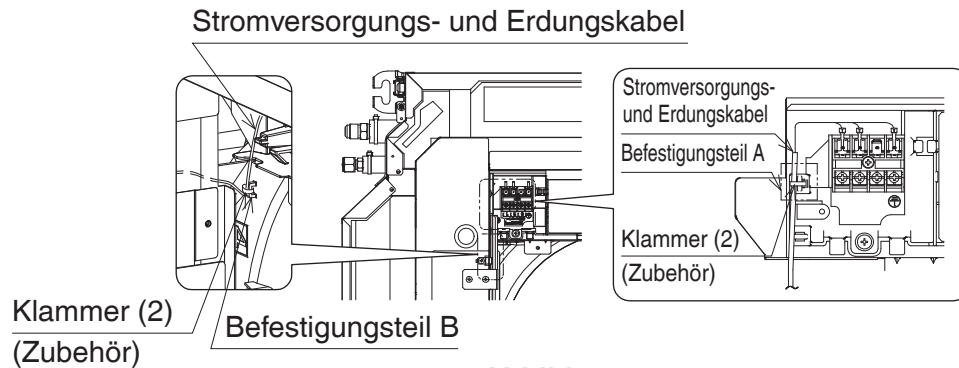

Abbildung 19
* Vergewissern Sie sich, dass der Kabelbaum nicht zwischen der Zierblende und der Eckenabdeckung mit Betriebsdisplay (5) eingeklemmt wird
4. Bündeln Sie die Stromversorgungskabel (schwarz und weiß) und das Erdungskabel (grün oder gelb) und befestigen Sie das Kabelbündel mit Klammern (2) am Befestigungsteil A innen im Schaltkasten des Innengeräts und am Befestigungsteil B an der trichterförmigen Öffnung. (Siehe **Abbildung 19.**) Falls Sie einen separat erworbenen Kabelbaum verwenden, befestigen Sie alles zusammen am Befestigungsteil B.